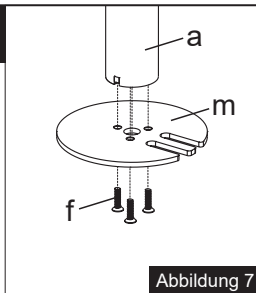

Abbildung 7
2. Montieren Sie die Tüllengrundplatte(m) mit 3 Stück M5x14-Schrauben(f) am Mast(a) und ziehen Sie sie mit dem Inbusschlüssel(o) fest, siehe Abbildung 7.